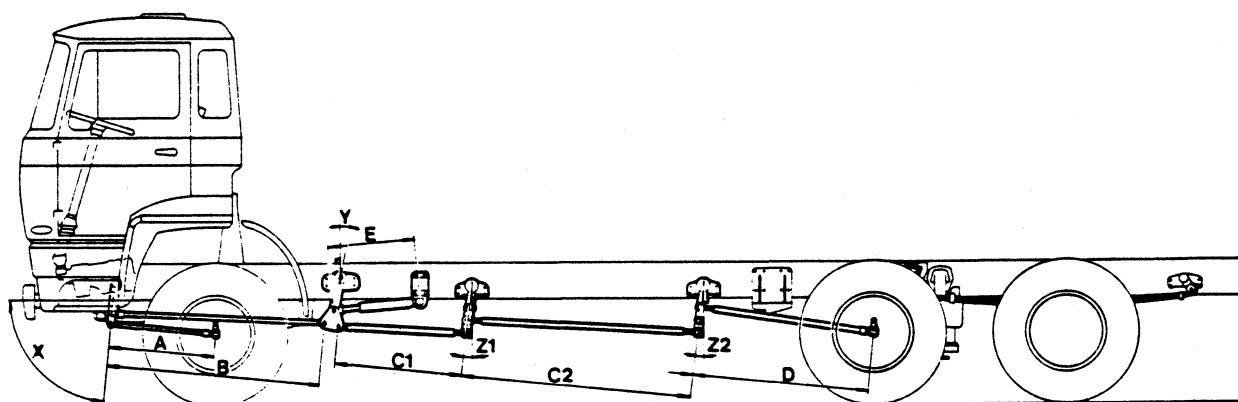

Fig. 13
12. Controleer nu of de stuurstangen  $C_1$  en  $C_2$  bij het type FAG (Fig. 13) zo dicht mogelijk aan de nominale maat staan ingesteld; zie hiervoor 'Technische gegevens'. Bij de FAG met een wielbasis van 5,05 m en minder is er slechts één stuurstang C. Indien nodig de stuurstanglengte corrigeren.